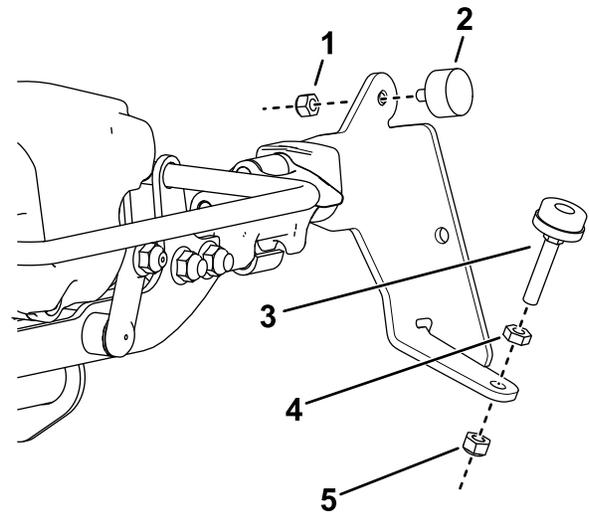

図 5
3. 各ブラシブラケットにゴム製バンパーを取り付けるロックナットで図5のように固定する。
4. 各ブラシブラケットにレベル調整ねじを図5取り付け。